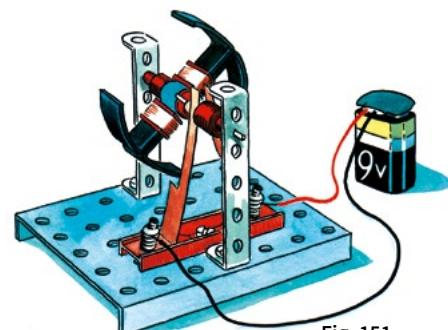

Fig. 151
a) Nous raccordons le rotor à la pile par l'intermédiaire des balais (ou des charbons) suivant le schéma de la fig. 151.